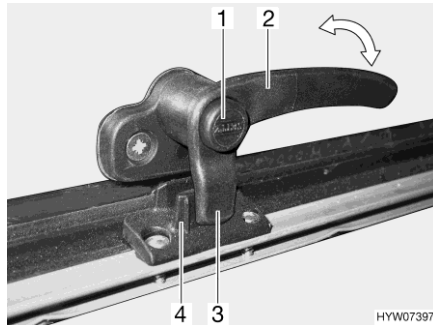
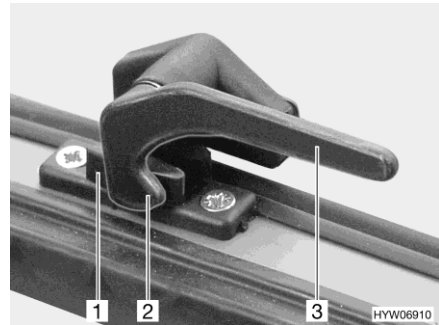

Bild 93 Låsarm med låsknapp i läget "stängd"
Bild 94 Låsarm i läget "stängd"
- Tryck på låsknappen (Bild 93,1) om sådan finns och håll den nedtryckt.
- Vrid alla låsarmer (Bild 93,2 eller Bild 94,3) ett kvarts varv mot luckans mitt.
- Vrid alla låsarmer (Bild 93,2 eller Bild 94,3) ett kvarts varv mot ramen. Låsspaken (Bild 93,3 eller Bild 94,2) ligger på insidan av lucklåset (Bild 93,4 eller Bild 94,1).
- I läget "helt stängt" (Bild 93 och Bild 94)